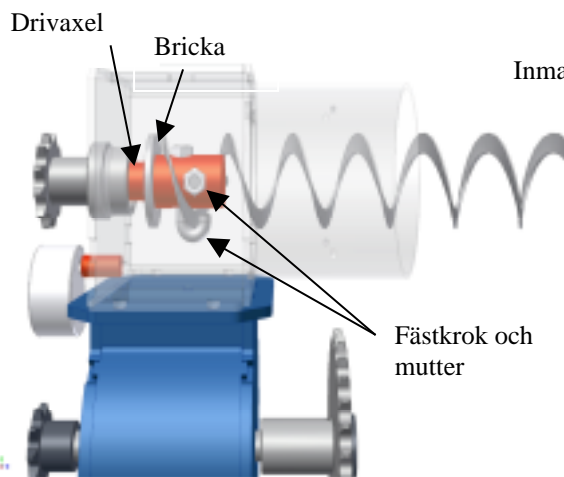

fig. 2
3. Fäst matningsspiralen ovanför slusshuset på brännaren (se fig 2.) Brickan skall vara över drivaxeln för att hindra spiralen från att skada axelns lagring.